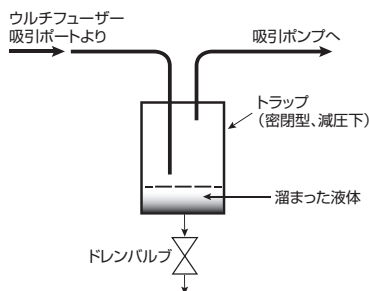

図3：吸引時の液体を溜めるトラップと配置図
- 3.4 凝縮性蒸気や（ウルチフューザーに損傷が生じた場合）液体状のインクが吸引ポンプ内に流入しないよう、ウルチフューザーの吸引ポートとポンプの間にトラップの設置をお奨めします（図3を参照）。このトラップは液滴を捕集し、必要であれば適時排出できる気密構造の標準的なものをご使用ください。また減圧時にインクから蒸発する可能性のある溶剤に関して安全性の懸念がある場合は、排出される気体が凝結するようトラップを低温に保つことをお奨めします。